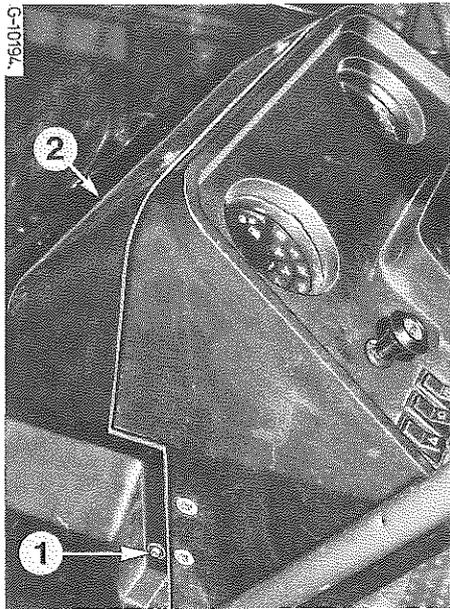

Figure 108
Le boîtier des fusibles est situé sous le couvercle (2) Fig. 108. Pour retirer le couvercle appuyez sur le bouton (1) de chaque côté.